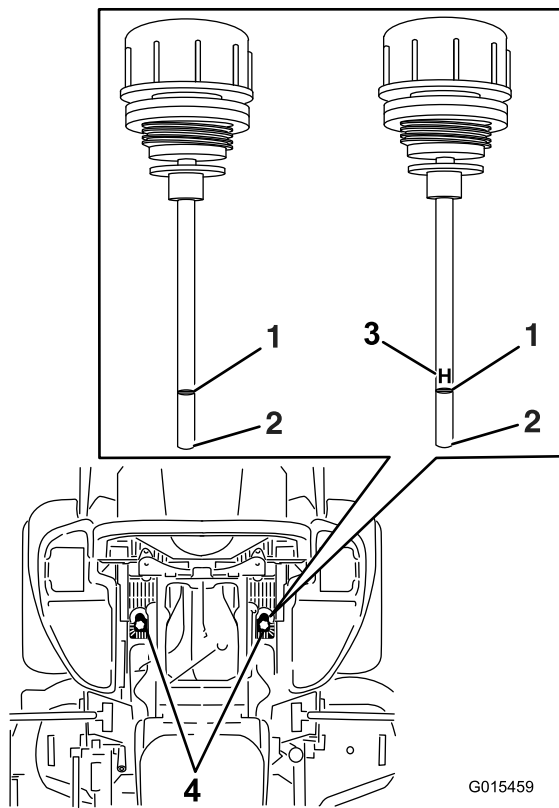

Figure 85
6. Nettoyez la surface autour des jauges des réservoirs du système hydraulique (Figure 85).
7. Sortez la jauge du réservoir hydraulique (Figure 85).
9. Ressortez la jauge et examinez l'extrémité (Figure 85). Si le niveau d'huile est au repère minimum, versez lentement la quantité d'huile qui convient dans le réservoir hydraulique pour faire monter le niveau jusqu'au repère maximum(**H**).